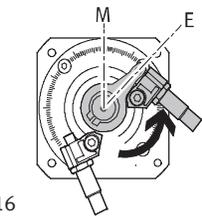

Рис. 16
6. Вытолкните держатель амортизатора вместе с элементом амортизации (жестким упором с упругими пластиковыми вставками или амортизатором) наружу на упорный рычаг. При этом ход демпфирования должен продавливаться до тех пор, пока втулка соответствующего амортизатора не будет прилегать к упорному рычагу (Рис. 16). При необходимости поддерживайте шестигранник.